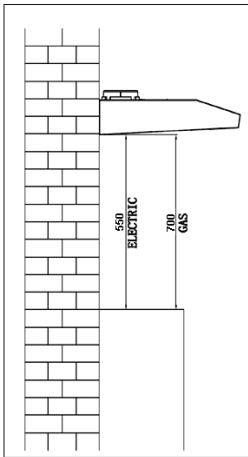

Fig. 1
- Bagian extractor dapat dipasang di atas kompor gas dan kompor listrik. Ketinggian minimum dari atas kompor ke bagian bawah tudung hisap adalah 700mm (untuk kompor gas) and 550mm (untuk kompor listrik) (Fig. 1).